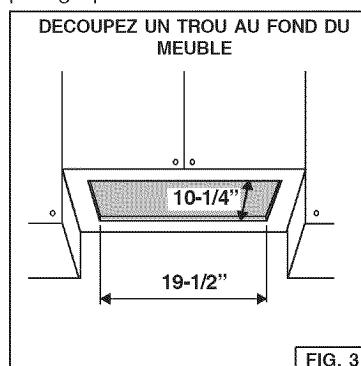

FIG. 3
- Découpez un trou au fond du meuble en utilisant les dimensions reportées dans la Fig. 3.